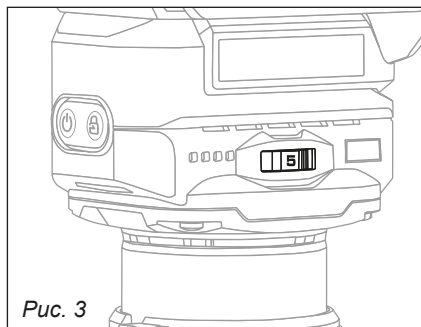

Рис. 3
7.3. Регулировка скорости (рис. 3)